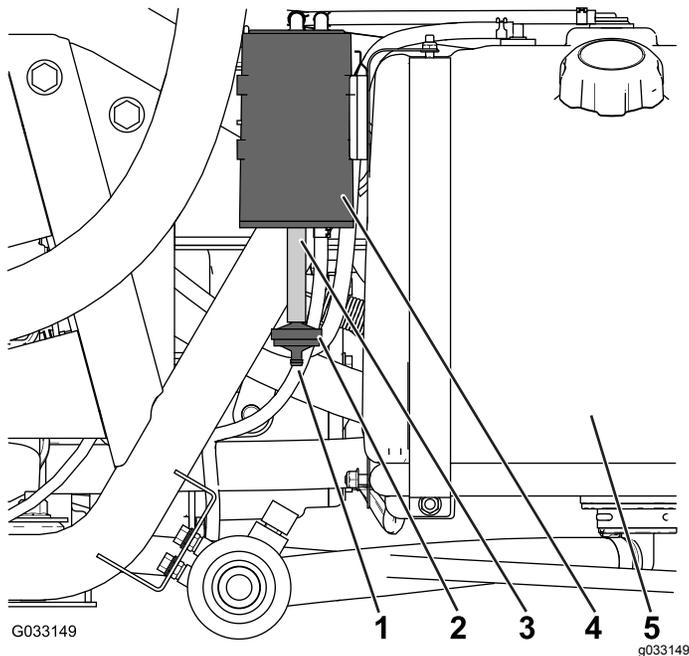

図 45
カーボンキャニスタのエアフィルタの開口部を点検し、汚れていないこと、ごみや異物や通気の障害になるものが入っていないことを確認する 図 45。
1. カーボンキャニスタの底部についているカーボンキャニスタ用フィルタのバーブ鋸歯フィッティングをホースから外し、フィルタを外す 図 45。